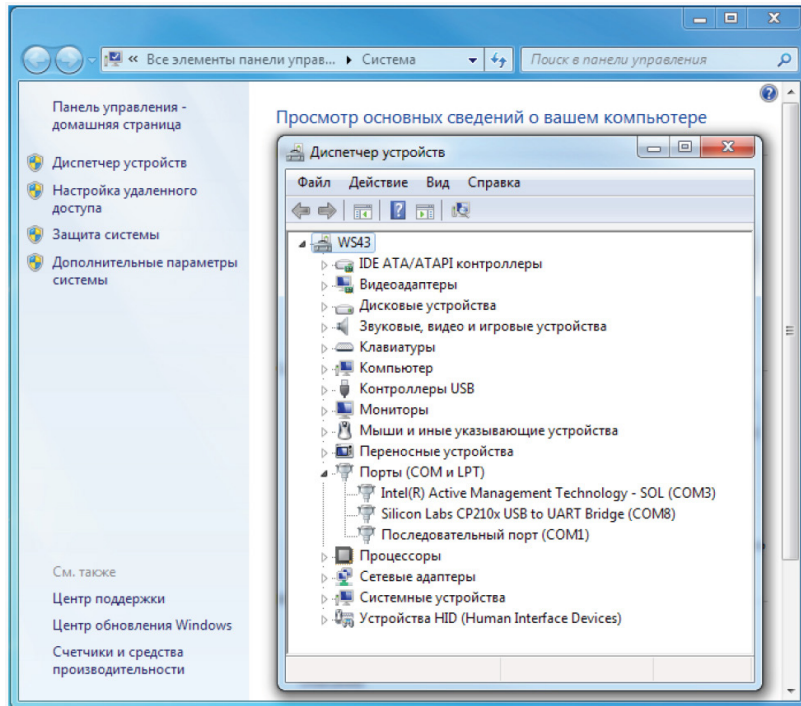
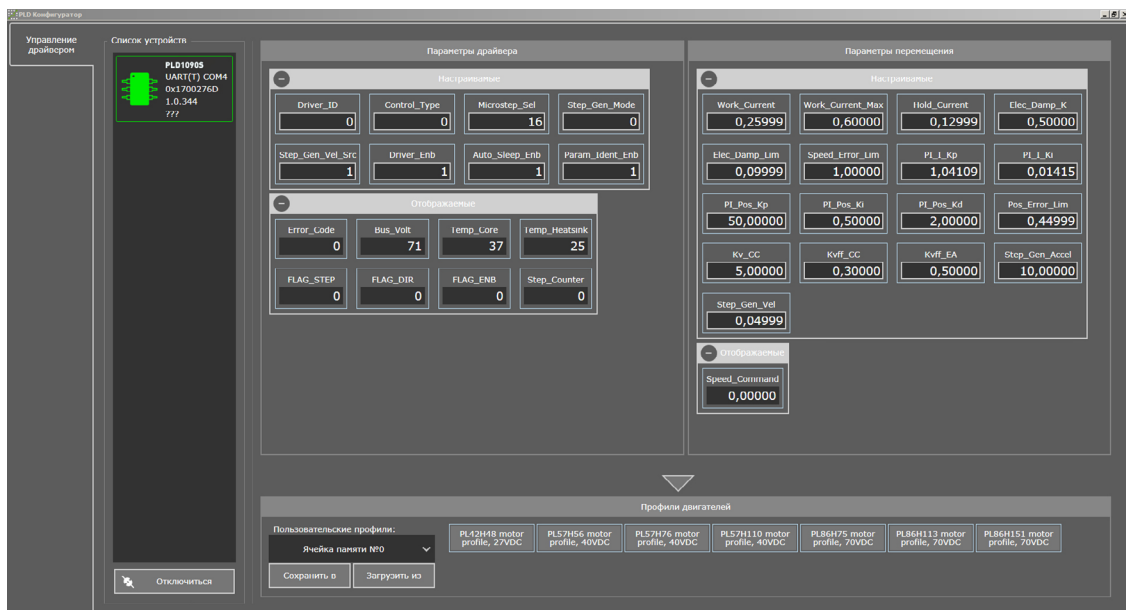

Рисунок 12 — Виртуальный COM-порт в диспетчере устройств.
Рисунок 13 — Основное окно программы.
- в открывшемся окне программы конфигуратора указать COM-порт, присвоенный серводрайверу PLDB2080S. Номер порта можно найти, нажав WIN+PAUSE в Диспетчере Устройств, в группе Порты (COM и LPT) (рис. 12). Далее необходимо нажать кнопку "Подключить" (рис. 13).